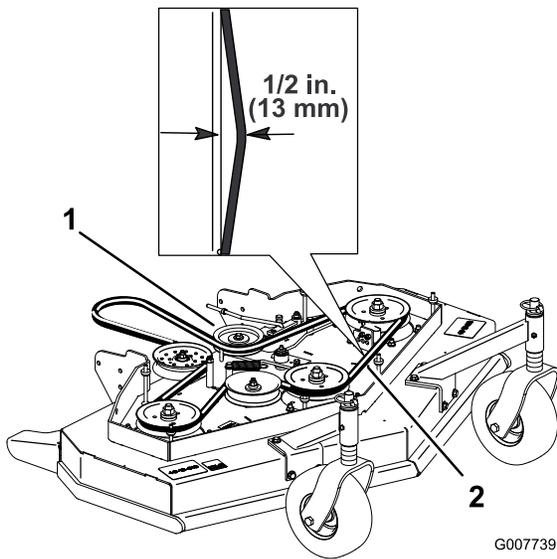

Figura 42
4. Retire la polea tensora y la correa desgastada (Figura 42).
Nota: La tensión correcta de la correa de corte es de 14-20 Nm. (44-67 N) con la correa desviada 13 mm en el punto intermedio entre las poleas (Figura 42).